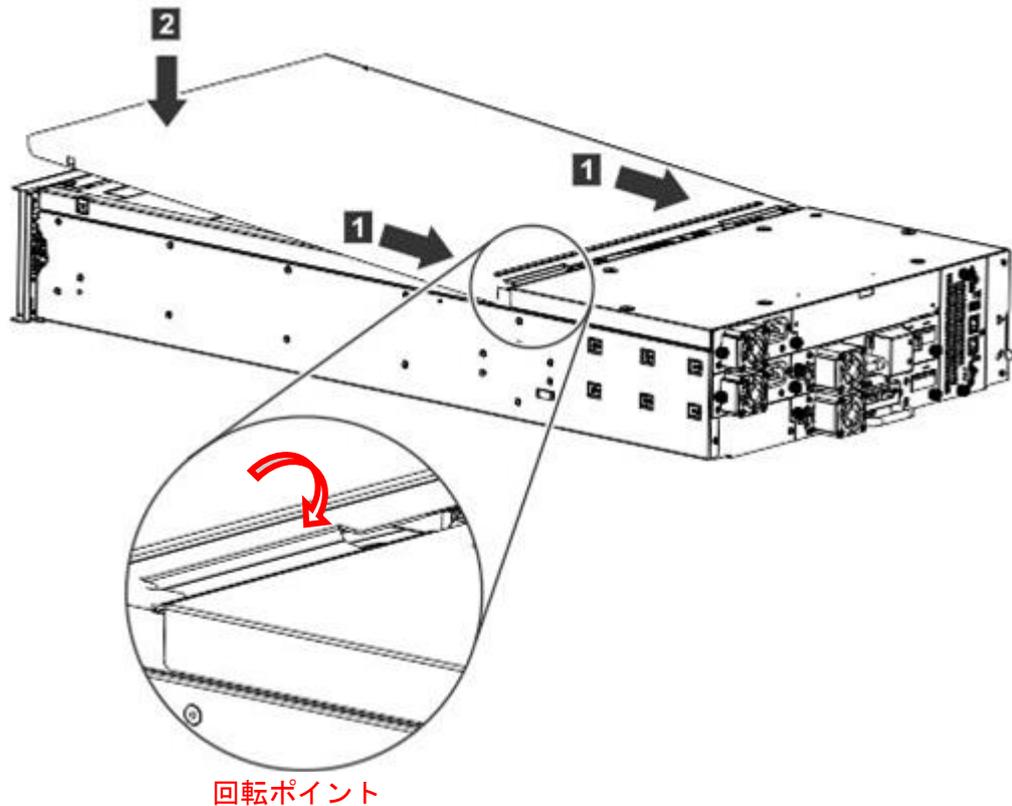

図 1-21 上部カバーの前部を下げる
- B) 上部カバーの前部を約 12 cm 持ち上げたまま、カバー後部を、開口部の後方にある拡張モジュールの回転ポイント(図 1-21の拡大されている箇所)にかみ合わせます。